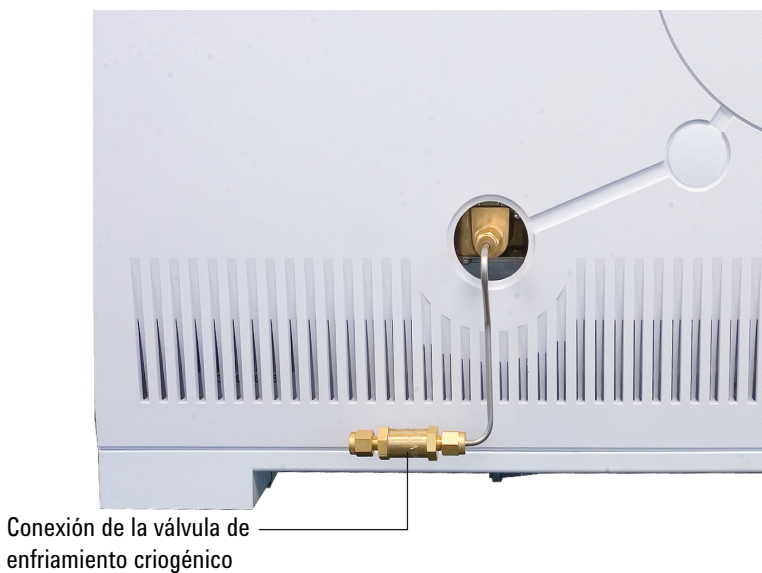

Figura 14 Ubicación de la válvula de enfriamiento criogénico
- 1 Ubique el inyector para el CO₂ líquido en el costado izquierdo del GC. Prepare suficientes tuberías para llegar desde al tanque de suministro hasta esta conexión. Consulte la sección Figura 14.